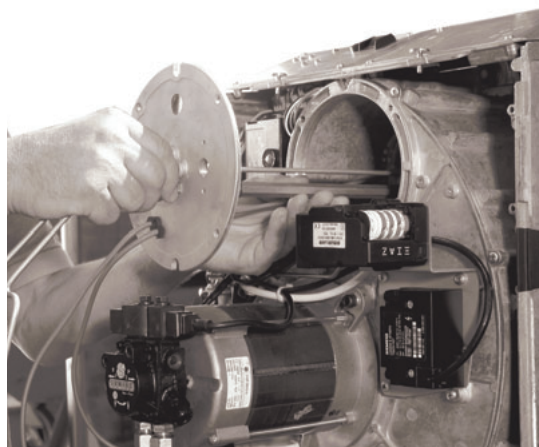

Fig. 19e
- Sfilare la testa di combustione dalla sua sede come mostrato in Fig. 19e.